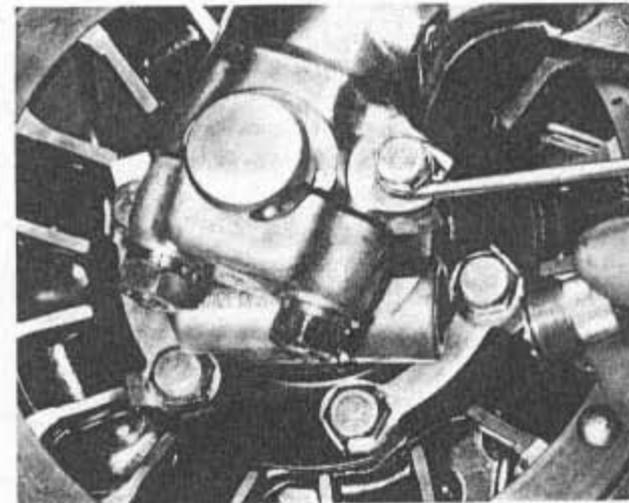
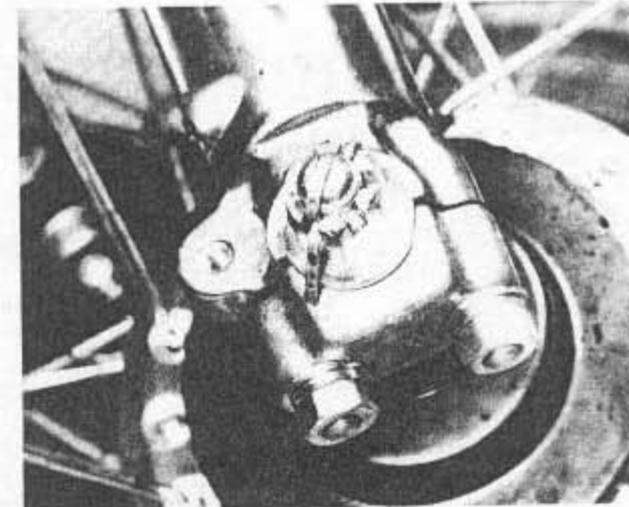
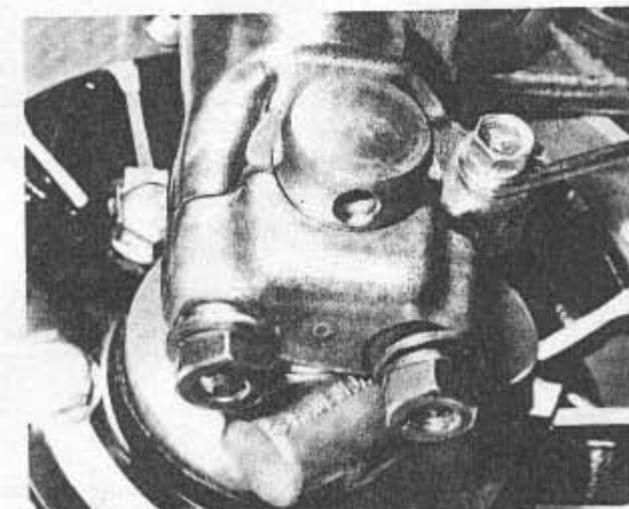

Bild 245
Bild 246
Bild 247
- Tachoantriebswelle durch Abschrauben der Rändelmutter vom Tachoantrieb lösen (Bild 245). Welle durch die Führungsklammer herausziehen. Splint aus der Achsmutter herausziehen und Mutter etwas lockern (Bild 246). Das Rad kann nun entweder durch Abbau der beiden Klemmschalen (Bild 247) oder durch Lockern der Klemmschalenmutter und Herausziehen der Radachse ausgebaut werden. Man beachte die Anordnung der Abstandshülsen und bei Modellen mit Scheibenbremse den Tachoantrieb.